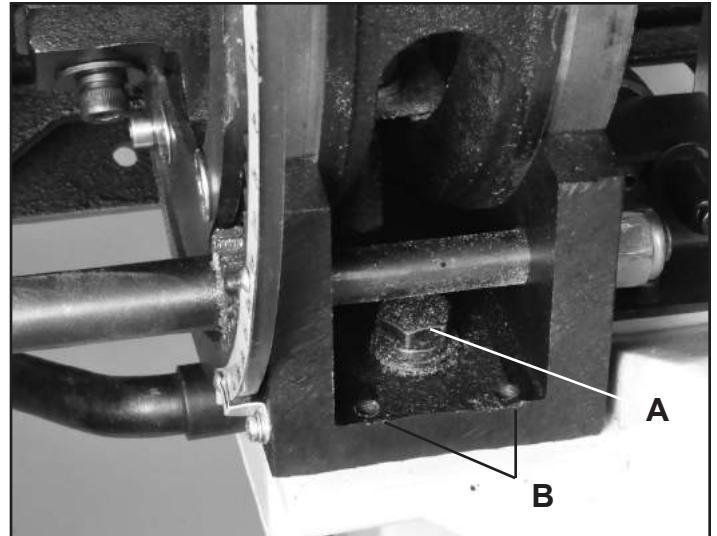

FIGURE 13
1. Sur le support inférieur du tourillon (#17B), desserrer légèrement les deux boulons hexagonaux (#13B) qui retiennent le support au châssis de la scie à ruban. Fig. 13, A.
3. En utilisant la clé à pans de 3mm, tournez les vis à tête hexagonale de micro-ajustement du tourillon arrière (#16B) pour ajuster la position de la table. Fig. 13, B.